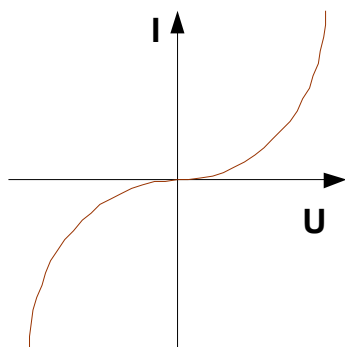

Рис. 56
**2) Диоды ВЧ.** Это универсальные диоды, которые могут быть детекторными, модуляторными, импульсными при достаточных длительностях импульса, и даже выпрямительными при малых токах нагрузки. Основное отличие ВЧ диодов – обратная ветвь вольтамперной характеристики плавно понижается (увеличивается обратный ток, постепенно переходя в область электрического пробоя) (смотрите рисунок 56).